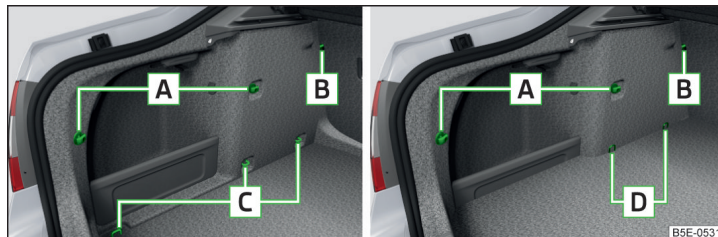
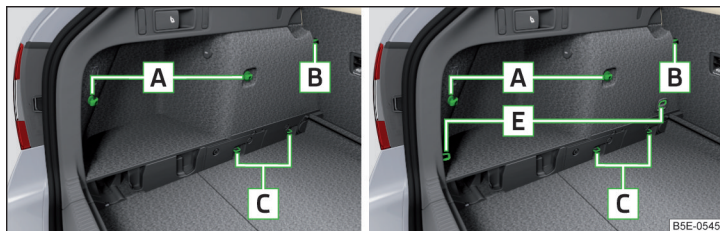

Fig. 102 Elemente de fixare: Varianta 1 / varianta 2 (G-TEC)
Fig. 103 Elemente de fixare: Varianta 3/varianta 4
Prezentarea generală a elementelor de fixare » fig. 102 și » fig. 103
Dacă autovehiculul este echipat cu podea de încărcare variabilă și aceasta se află în poziția superioară, se pot utiliza pentru fixarea plaselor inelele de ancorare » fig. 103 la pagina 101.
- La autovehicule cu inele de ancorare **D** » fig. 102 la pagina 100 pot fi fixate numai următoarele plase.
- Plasa pentru podea, aceasta poate fi fixată în zona din spate, de elementele de fixare din spate **A** » fig. 102 la pagina 100.